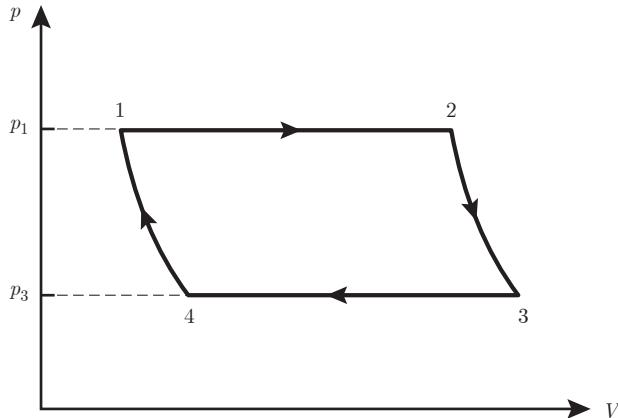

Fig. 7.15 Diagramme (p, V) d'un cycle de Rankine.
- 1) Pour les processus isobares, $p(V) = p_1 = p_2 = \text{cste}$ or $p(V) = p_3 = p_4 = \text{cste}$ (fig. 7.15). Pour les processus adiabatiques, d'après la relation (5.90), $p(V) = \text{cste}/V^\gamma$ où $\gamma > 1$ et $\text{cste} = p_1 V_1^\gamma = p_4 V_4^\gamma$ ou $\text{cste} = p_2 V_2^\gamma = p_3 V_3^\gamma$. La pression $p(V)$ est une fonction convexe monotone décroissante de V .